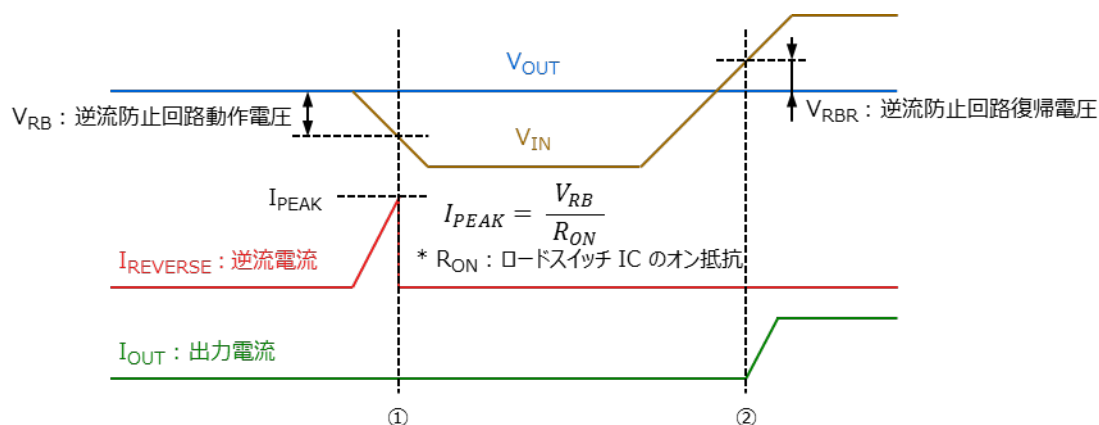

図 3.11 常時監視逆流防止機能の動作イメージ図
図 3.11 常時監視逆流防止機能の動作のイメージ図を示します。 $V_{OUT} > V_{IN}$  となることで逆流電流  $I_{REVERSE}$  が流れ始めますが、①のタイミングで  $V_{OUT}$  と  $V_{IN}$  の差が逆流防止回路動作電圧  $V_{RB}$  になったときに逆流防止回路が働き、 $I_{REVERSE}$  を抑制します。また、逆流防止回路が働いている状態で  $V_{IN}$  が再び上昇して、②のタイミングで  $V_{IN}$  が  $V_{OUT}$  より逆流防止回路復帰電圧  $V_{RBR}$  分大きくなると逆流防止回路が動作を停止して、出力電流  $I_{OUT}$  が流れ始めます。なお、逆流電流の最大値となる  $I_{PEAK}$  は (3-1) 式により算出することができます。